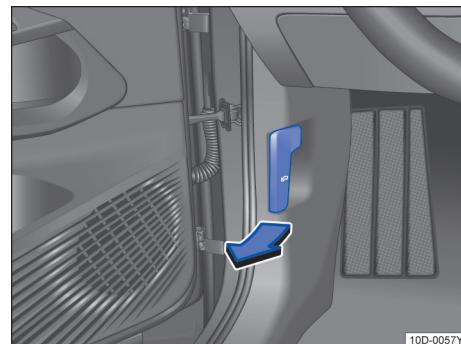

图 134 驾驶员侧脚部空间：前舱盖锁解锁手柄
- 在车内沿图示箭头方向拉动前舱盖解锁手柄→图 134，前舱盖会在弹簧机构的作用下稍稍弹开。